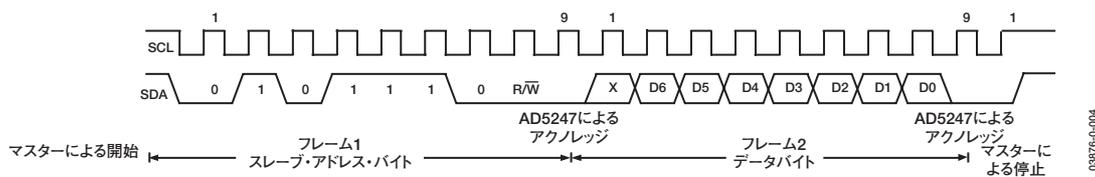
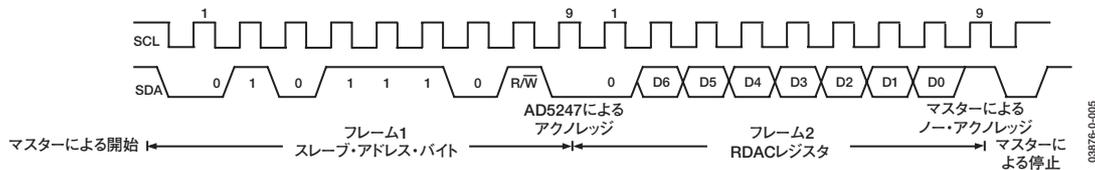

図32. RDACレジスタへの書込み
図33. RDACレジスタからの読出し
1. マスターは、START条件を確立することによってデータ転送を開始します。これは、SCLがハイレベルになっている間に、SDAライン上でハイからローへの遷移が発生したときになります(図32を参照)。次のバイトはスレーブ・アドレス・バイトで、7ビットのスレーブ・アドレスとそれに続くR/Wビット(このビットで、スレーブ・デバイスとの間のデータの読み出し/書き込みを決定します)で構成されます。送信されたアドレスに対応するアドレスを持つスレーブは、9番目のクロック・パルス(アクノレージ・ビット)中にSDAラインをローレベルにプルすることによって応答します。この段階で、バス上の他のすべてのデバイスはアイドル状態のままになっていますが、選択されたデバイスはシリアル・レジスタへのデータの書き込みまたはシリアル・レジスタからの読み出しを待ちます。R/Wビットがハイレベルの場合、マスターはスレーブ・デバイスから読み出します。R/Wビットがローレベルの場合、スレーブ・デバイスに書き込みます。
3. 読み出しモードでは、スレーブ・アドレス・バイトのアクノレージの後、シリアル・バスを通じて9つのクロック・パルス(8つのデータビットにアクノレージ・ビットが続く書き込みモードとは若干異なります)でデータを順番に受信します。同様に、SDAラインでの遷移は、SCLのロー期間中に発生し、SCLのハイ期間中は安定していなければなりません(図33を参照)。
4. データ・ビットの読み出し/書き込みがすべて行われると、マスターによってSTOP条件が確立されます。STOP条件は、SCLがハイレベルの間に、SDAラインがローレベルからハイレベルに遷移することです。書き込みモードでは、マスターが10番目のクロック・パルスの間にSDAラインをハイレベルにプルしてSTOP条件を確立します(図32を参照)。読み出しモードでは、マスターが9番目のクロック・パルスに対してノー・アクノレージを発行します(つまり、SDAラインはハイレベルのままです)。続いてマスターは10番目のクロック・パルスの前にSDAラインをローレベルにし、その後SDAラインがハイレベルとなってSTOP条件が確立します(図33を参照)。